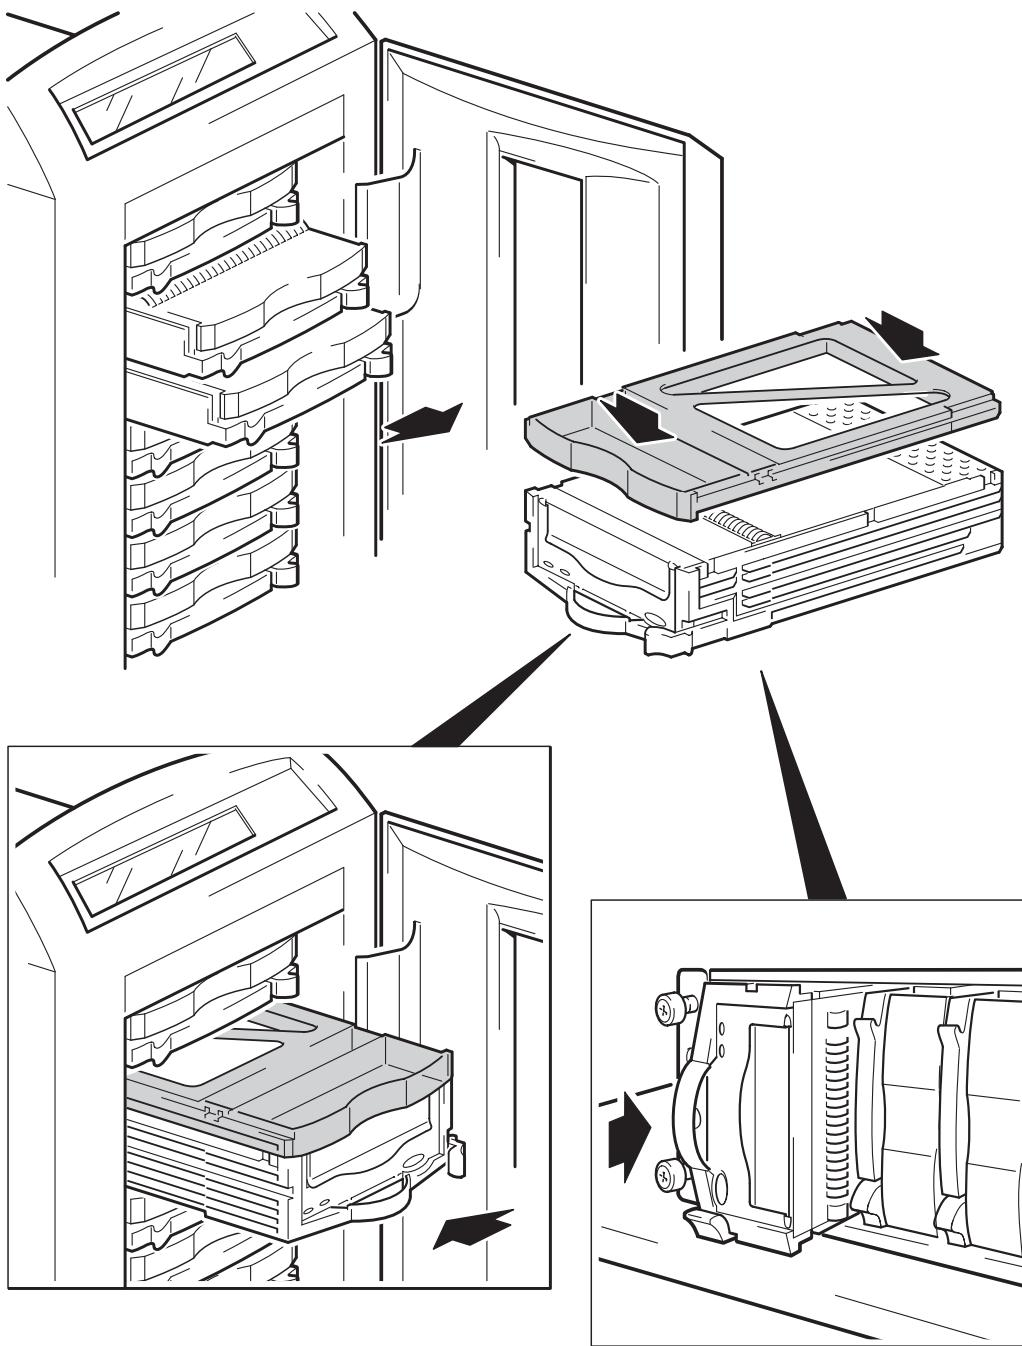

図 4: 高さ変換器の取付けとドライブの取付け
一部の旧型の HP(Compaq) ラック・エンクロージャには、縦方向にマウントするホットプラグ互換の 1.6 インチ・ドライブ・ベイがあります。またテープ・ドライブは、図 4 で示すように高さ変換器を使用しないで、このタイプのエンクロージャにも取り付けることができます。
- 2 テープ・ドライブの上部に高さ変換器を置いて、図 4 で示すように前面と背面をしっかりと押しつけます。
- 3 図 4 に示すようにテープ・ドライブを空いたベイにスライドさせて挿入します。ドライブは、コネクタにしっかりと装着され、リリース・ラッチが定位置に収まるまで挿入します。テープ・ドライブの状態をホットプラグ・テープ・ドライブの LED から判断します（19 ページの「HP StorageWorks DAT テープ・ドライブ」を参照）。